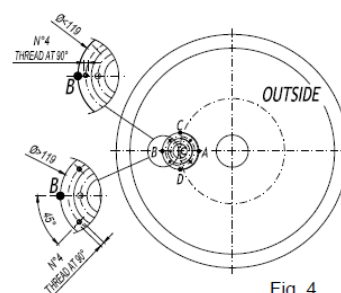

Fig. 4
- ◆ Verificar la alineación de los agujeros de la campana como se describe en el apartado 4.4.1. y en la fig. 4.
- ◆ Marcar con soldadura en el exterior del depósito A y B. Comprobar alineación e inclinación corrigiendo si es necesario (fig. 4).
Marcar C y D (fig. 4)